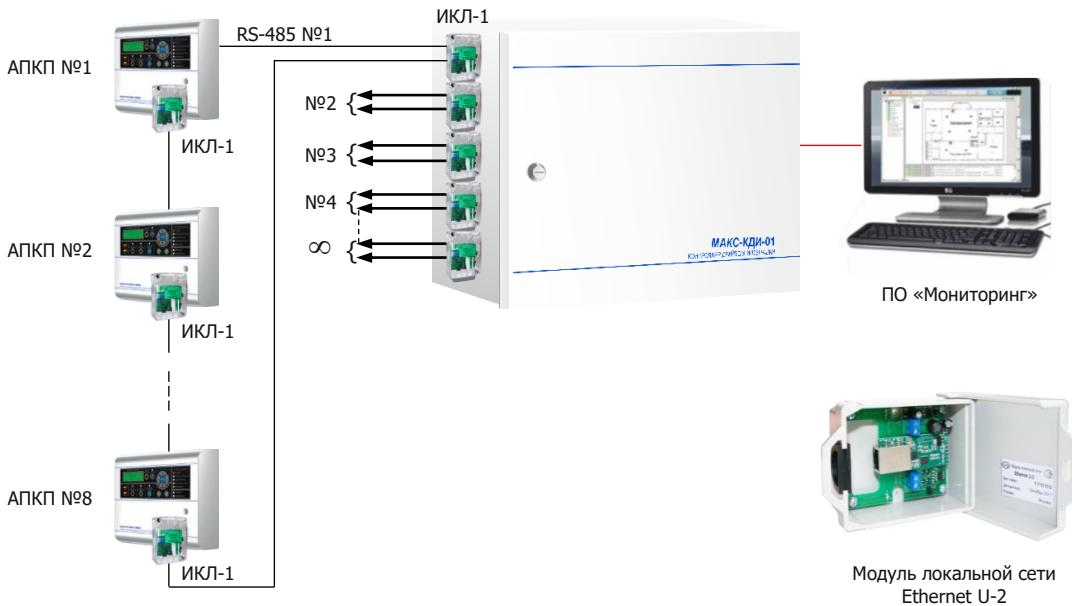

Рис.6. Построение сети для управления устройствами пожарной автоматики с помощью контроллера драйвера интеграции МАКС-КДИ.
3.4.1. При необходимости объединения в сеть АПКП числом более восьми это можно сделать с помощью контроллера МАКС-КДИ с установленной в нем программой «Мониторинг» (рис.6). Контроллер имеет сертификат пожарной безопасности, выполнен на основе промыш-